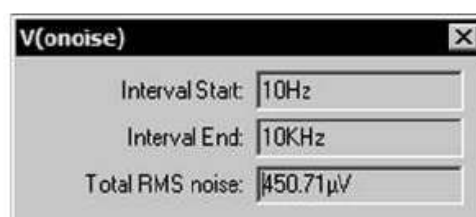

Figure 8.29
- Pour une ***simulation Noise***, figure 8.29.